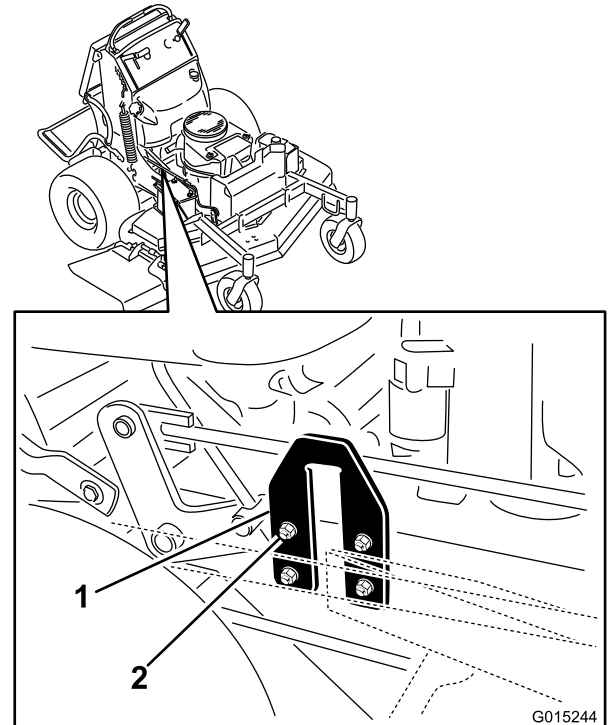

Figure 84
2. Localisez les plaques en U sur le côté du plancher moteur (Figure 84).
3. Desserrez un côté de la plaque en U et montez ou abaissez la plaque pour réduire la différence entre les valeurs mesurées en **B** et **C** à 6 mm maximum, comme montré à la Figure 84.